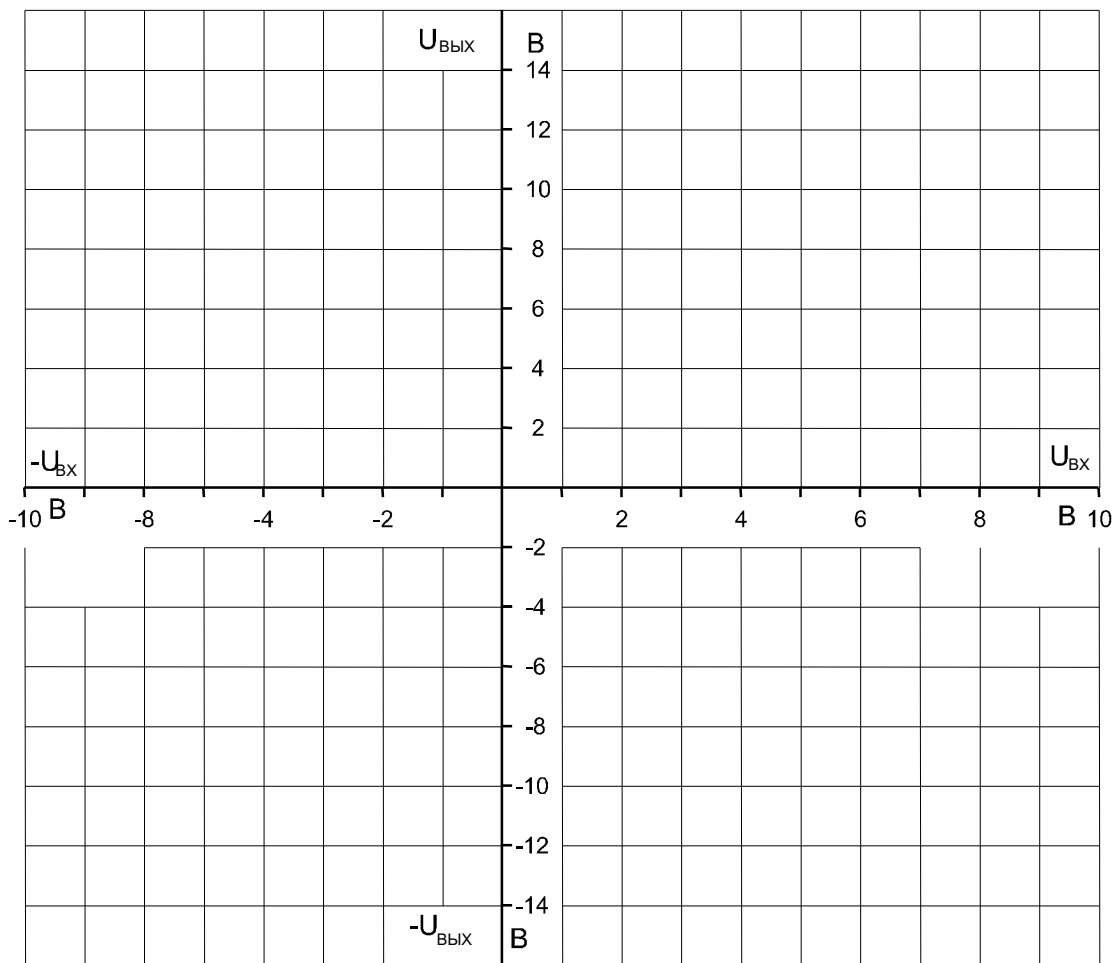

Рис. 8.1.3
- Занесите результаты измерений в табл. 8.1.1. На графике (рис. 8.1.3) постройте кривые зависимостей выходного напряжения  $U_{ВЫХ}$  от входного  $U_{ВХ}$  при различных сопротивлениях отрицательной обратной связи  $R_{ОС}$ .